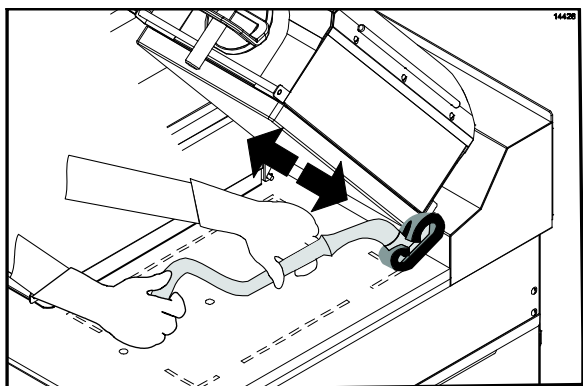

Figure 51
18. Appliquer le nettoyant pour gril à l'arrière des plaques, en commençant par la plaque de droite et en terminant par la plaque de gauche (Cf. Figure 51).